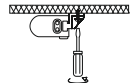

Рисунок 6
4.3 Установка светильника параллельно монтажной поверхности производится при помощи угловых элементов крепления аналогично 4.2 (рисунок 6).